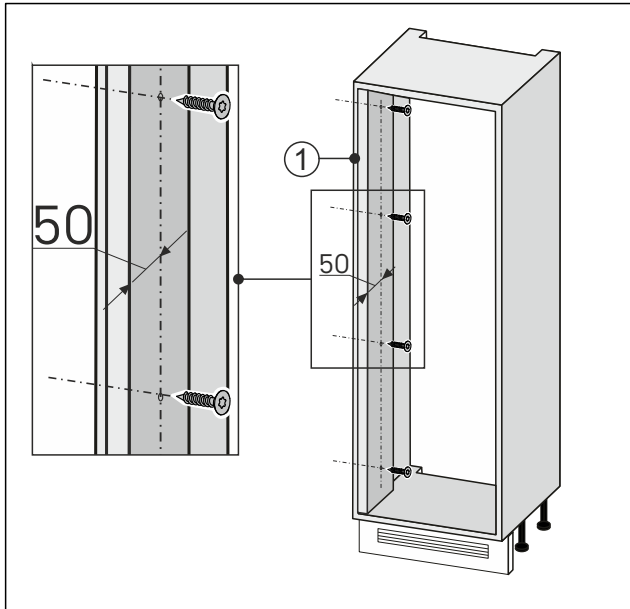

Fig. 93
- Skru veggutjevningen fast på døråpningssiden Fig. 93 (1) med møbelnisjen.